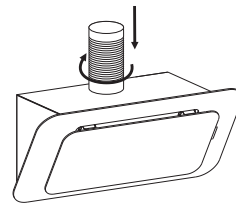

Abbildung 6
– Verbinden Sie die Rohrverlängerung (nicht im Lieferumfang enthalten) an das Luftauslassrohr. Siehe Abbildung 6.